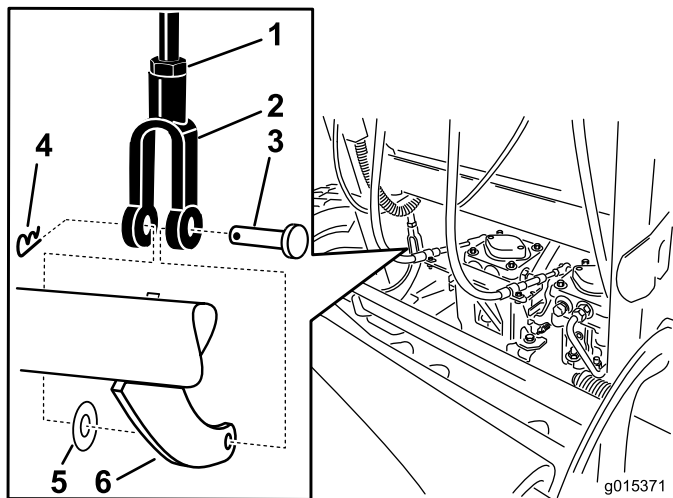

図 63
5. ブレーキの調整を行うには、まず、下側ブレーキ・レバーとヨークからヘアピン・コッターとクレビス・ピンを外す（図 63）。
6. ジャムナットをゆるめる（図 63）。
7. ヨークを回転させる。ブレーキをきつくするには、ヨークを上を移動させる。ブレーキを弱くするには、ヨークを下を移動させる（図 63）。
8. ブレーキの調整を行うには、まず、下側ブレーキ・レバーとヨークからヘアピン・コッターとクレビス・ピンを外す（図 63）。
9. ジャムナットを締める（図 63）。